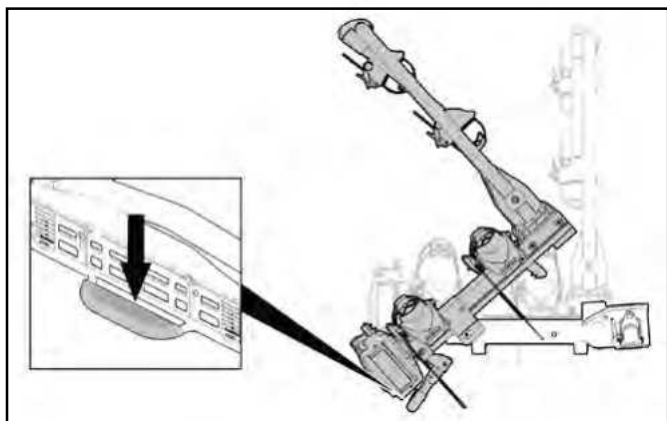

Figura 23 Ripiegamento del portabici
- Durante l'abbassamento, tenere saldamente il portabici dalla bicicletta. Allentare il blocco con il piede e con la mano ribaltare il portabici verso il basso (figura 23).